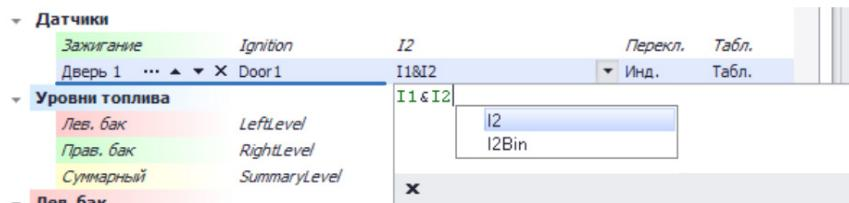

Рис.81. Пример создания выражения.
**Выражение** это формула или условие расчета значения параметра. Для того чтобы добавить выражение, начинайте его вводить. Программа автоматически будет предлагать возможные варианты ввода, при наведении на которых появится подсказка с описанием (Рис.81). Выражение для расчета параметра может состоять из одной переменной, значение которой присваивается этому параметру, или из нескольких параметров, связанных между собой логическими функциями. В приложении 3 данного документа приведено описание основных логических операций и примеры создания выражений.